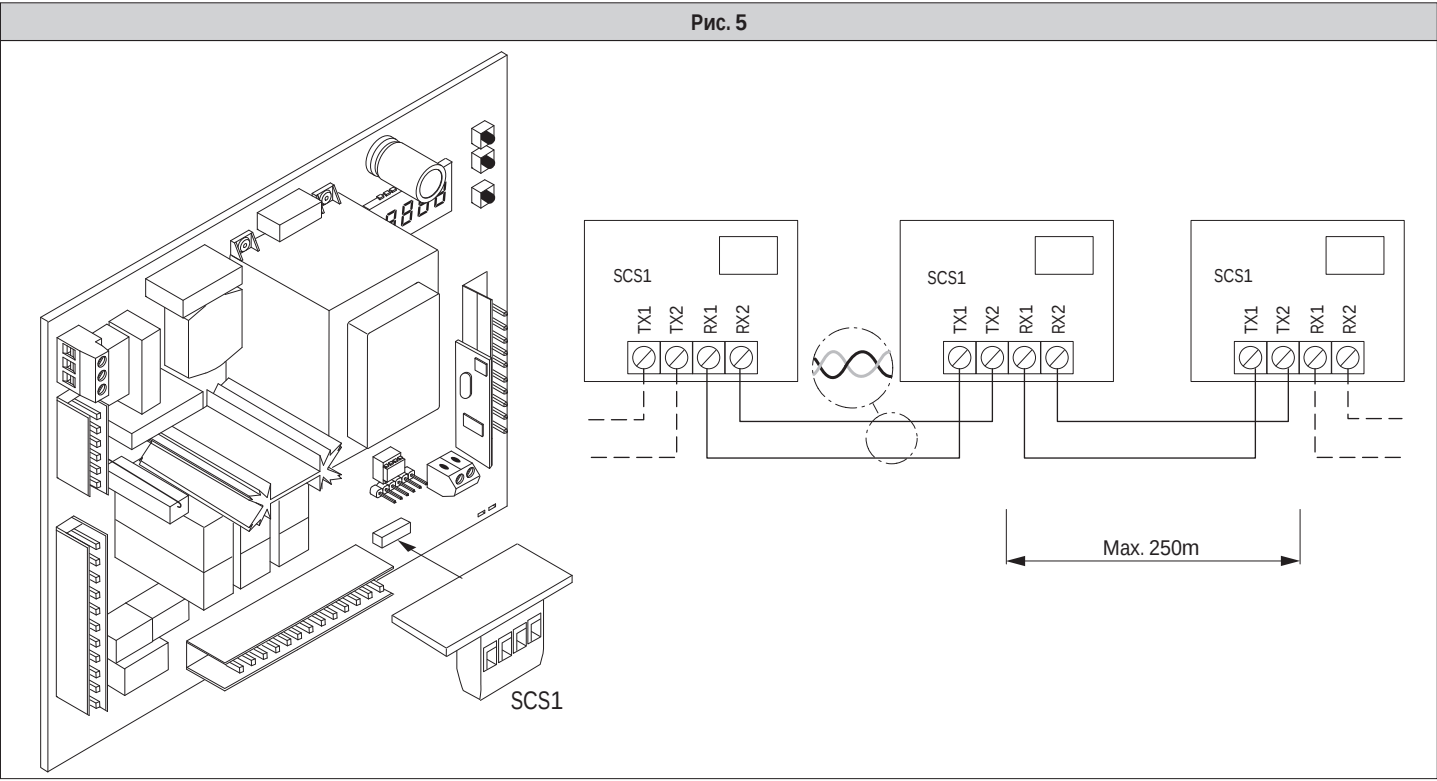

Рис. 6
11.1) ВСТРЕЧНЫЕ СДВИЖНЫЕ СТОРКИ (рис.6).